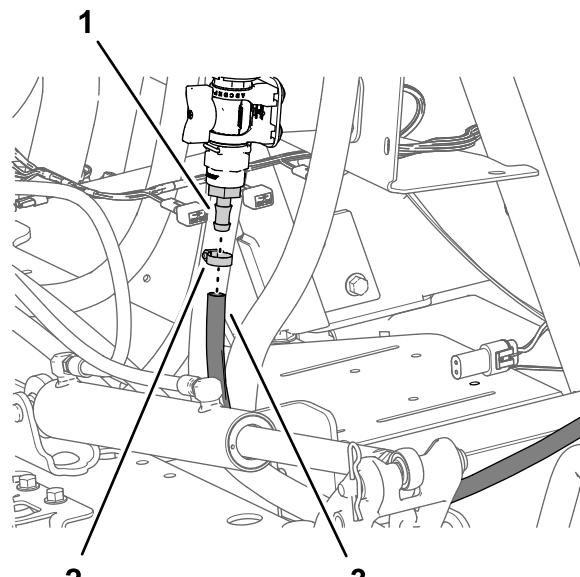

Figura 20
6. Conecte la manguera de la lanza de fumigación en el acoplamiento dentado de la válvula de control, y sujetela la manguera al acoplamiento con una abrazadera (Figura 20).